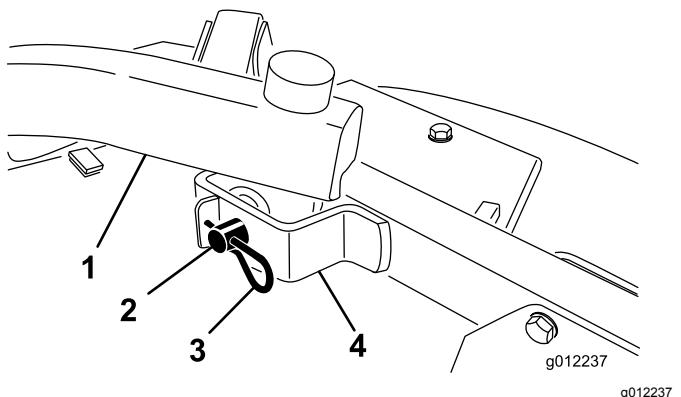

図 21
4. 昇降アームをキャスターームブラケットに固定しているヘアピンコッターとクレビスピンドルを外す図 21。